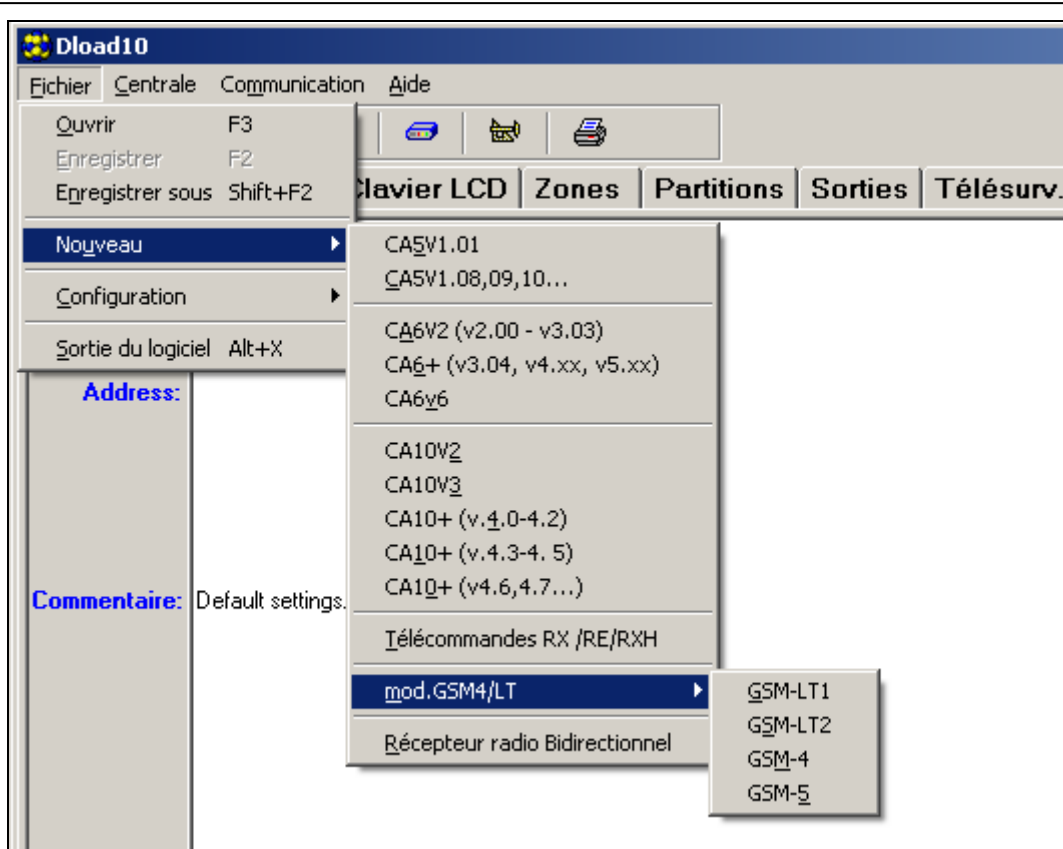

Fig. 11. Choix du module après le démarrage du logiciel DLOAD10.
2. Dans le programme DLOAD10, au menu « Fichier », sélectionner d'abord « Nouveau », ensuite « mod.GSM4/LT », puis le module choisi (voir : fig. 11).